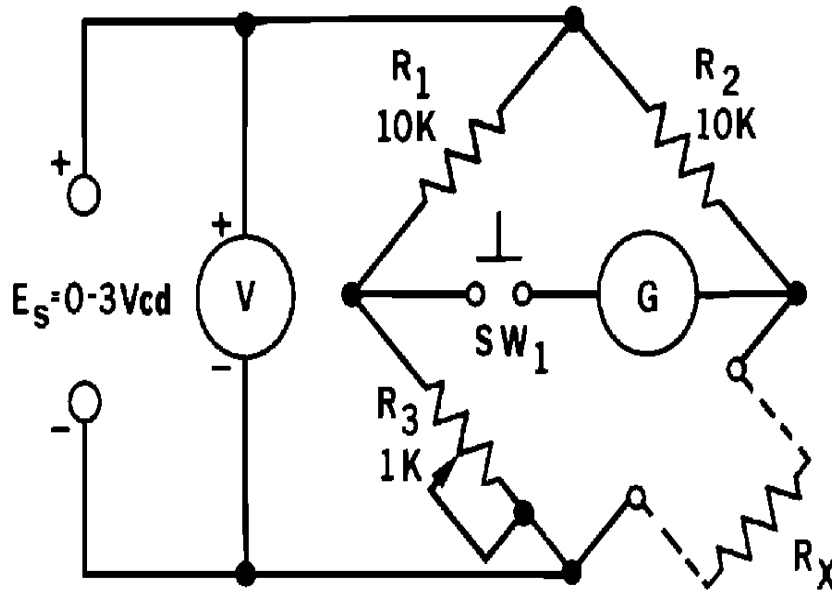

Fig. 20-1
3. Conecte el circuito de puente como se muestra en el esquema de la Fig. 20-1. Inicialmente, ajuste la tensión a un volt. El interruptor de botón SW₁, actúa como dispositivo protector del galvanómetro, conectando el instrumento solo momentáneamente durante el equilibrio.
3. Suponga los valores siguientes de un puente en balance cero. Consulte la Fig. 20-1.